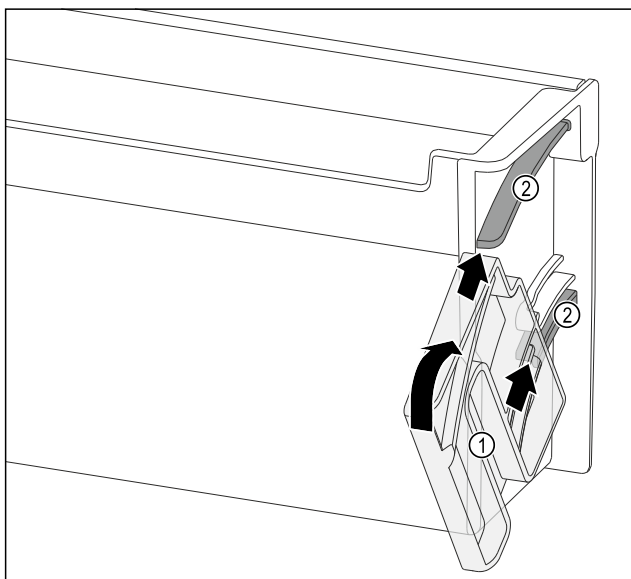

Fig. 147
- ▶ Разместите поворотный блок Fig. 147 (1) таким образом, чтобы выемки оказались точно напротив направляющих каналов Fig. 147 (2) дверной полки.
- ▶ Поверните поворотный блок Fig. 147 (1) по указанном направлении.